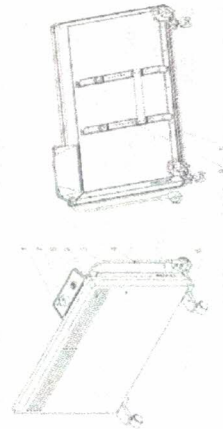

Рис.2
1. На верхней панели блока управления находится кнопка включения/выключения прибора (см. рис. 2). С помощью данной кнопки также регулируется мощность обогрева: полная (I) и половинная (II) (слева для модели 0,5 кВт, справа для моделей 1,0 кВт, 1,5 кВт, 2,0 кВт).